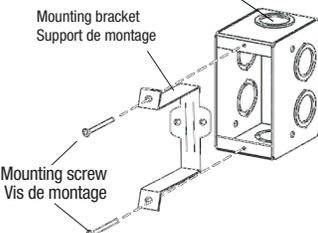

Fig. 1A
1. Install the mounting bracket on the recessed junction box using the two mounting screws (Fig. 1A).
1. Remove the front cover from the luminaire by unscrewing the hexagon socket screw using the provided Allen Key (Fig. 1A).
4. Install the front cover on the luminaire by screwing the hexagon socket screw using the provided Allen Key (Fig. 1A). Make sure that the front cover is as the same height as the mounting surface.
1. Installer le support de montage sur la boîte de jonction encastrée à l'aide des deux vis de montage (Fig. 1A).
4. Installer le couvercle avant sur le luminaire en vissant la vis à six pans creux à l'aide de la clé Allen fournie (Fig. 1A). Assurez-vous que le couvercle avant est à la même hauteur que la surface de montage.